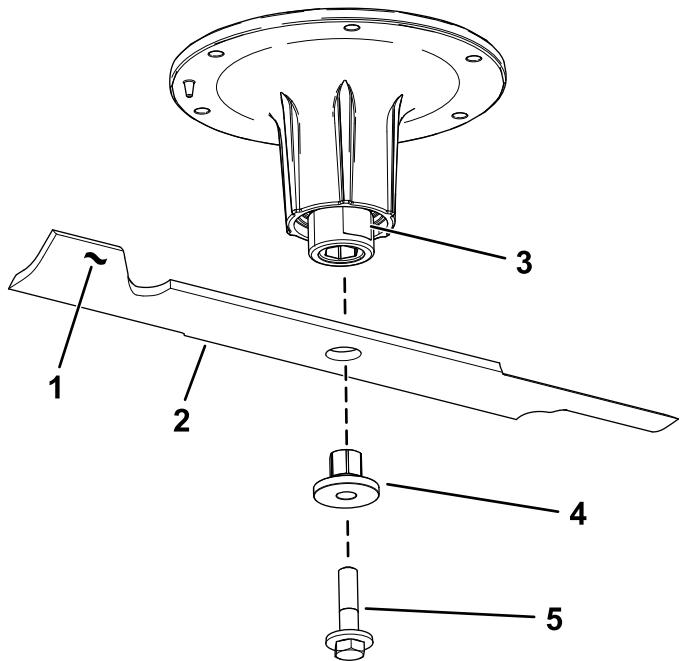

Figura 94
2. Retire el perno de la cuchilla, el buje y la cuchilla del eje (Figura 94).